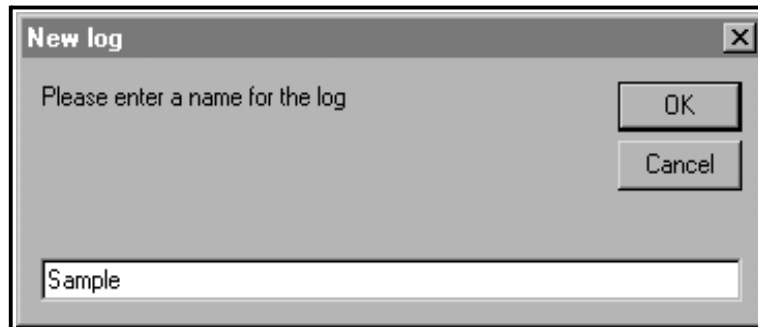

Figura 17: Finestra di dialogo Nome registro
- Immettere il *nome del file* di log ("*Sample*" in questo caso) nella finestra di dialogo mostrata nella Figura 17. Cliccare sul pulsante di opzione **[OK]**.